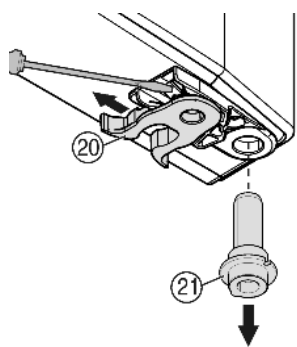

Fig. 8
- ▶ переставить пружинный зажим Fig. 8 (20): Нажмите вниз язычок защелки, снимите с него пружинный зажим.
- ▶ Извлеките опорный палец Fig. 8 (21) из втулки двери и вставьте вместе с шайбами на противоположную сторону.
- ▶ Поверните нижнюю часть двери и вставьте опорный палец Fig. 8 (21) в опорный кронштейн. При необходимости покрутите опорный палец, чтобы он смог заскочить.